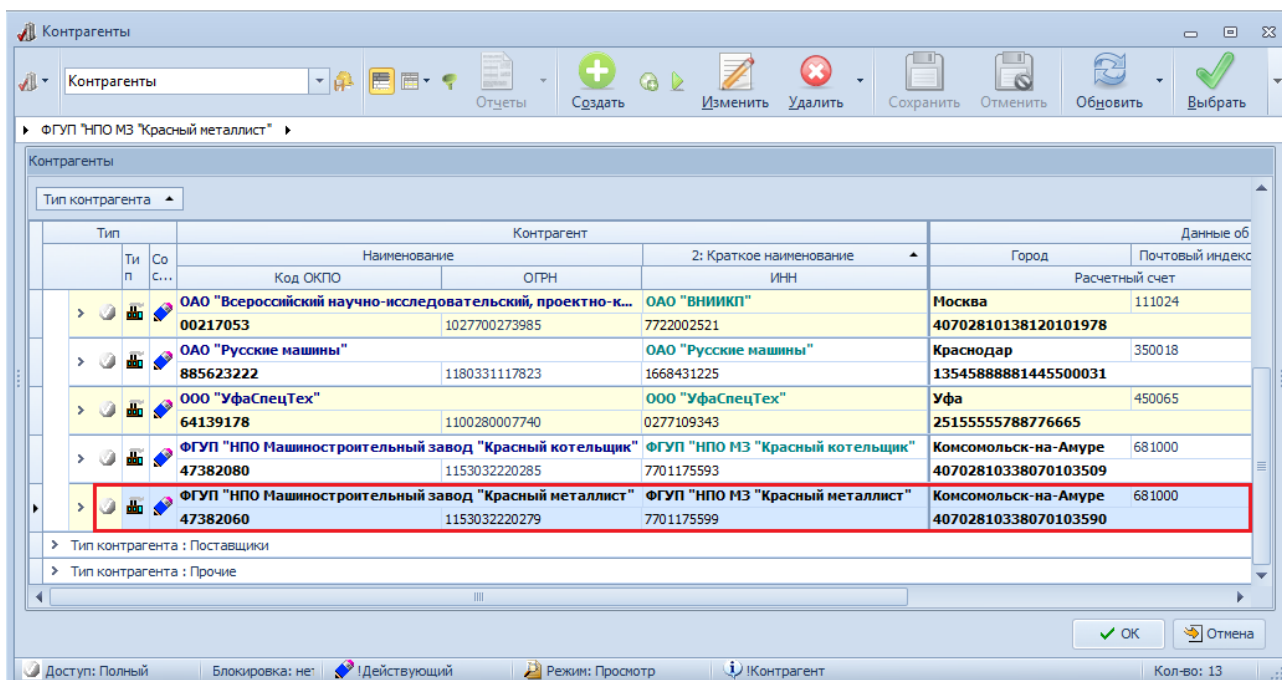

Рисунок 57. Пример выбора контрагента в окне справочника
3.4 Заполнить поле «**Заказчик**». Для этого в правой части поля нажать кнопку **Выбор «...»**. В открывшемся окне справочника «**Контрагенты**» в списке выбрать нужную строку и выделить её щелчком левой кнопки мыши (рис. 57).